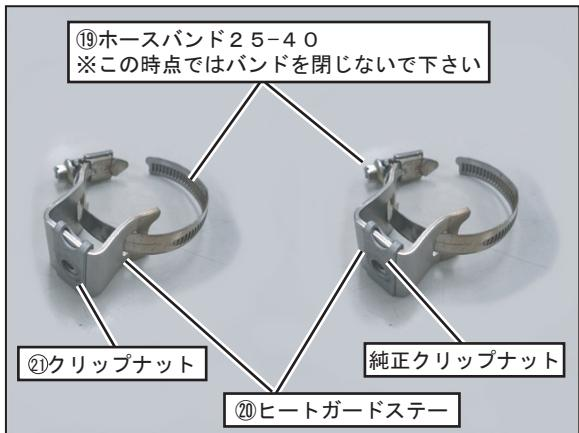

FIG. 19
⑯ヒートガードステーに手順4で取り外した純正クリップナットと⑰クリップナットを取り付けてから、⑲ホースバンド25-40を取り付けて下さい。
次に、純正エキゾーストパイププロテクターに純正ボルトを使用して⑳ヒートガードステーを仮締めして下さい。（FIG. 19, 20 参照）